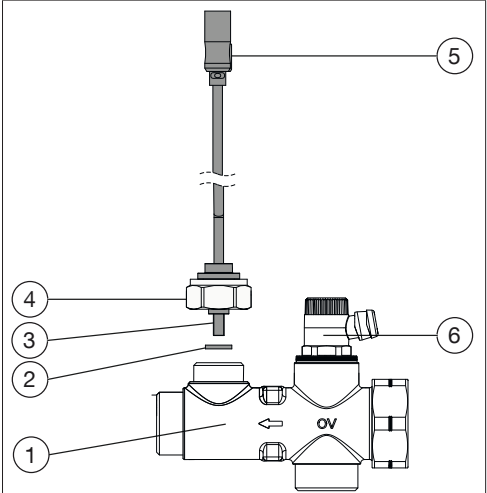

Fig. 1: Configuration
- Desserrer l'écrou d'accouplement (voir Fig. 1 (4)) du capteur de débit et le tirer par-dessus la connexion à fiche du capteur à effet Hall. L'écrou d'accouplement est nécessaire pour le montage du nouveau capteur à effet Hall.
Veiller à ce que le joint torique (voir Fig. 1 (2)) soit démonté aussi.